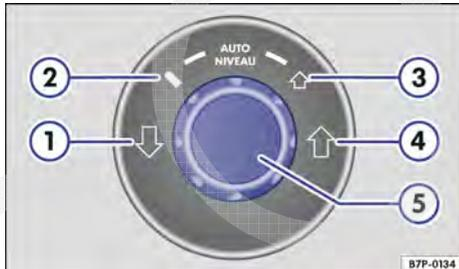

Fig. 142 Na parte inferior do console central: interruptor rotativo da regulagem de altura.
Com a regulagem de altura podem ser selecionadas 4 alturas diferentes → Fig. 142:
Legenda para Fig. 142:
- Girar o interruptor rotativo → Fig. 142 ⑤ para a altura desejada.